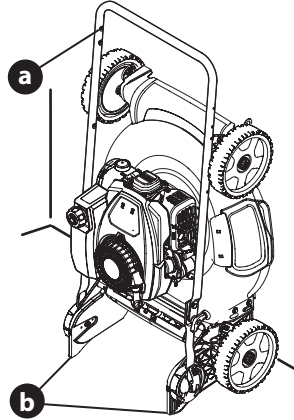

Figura 33
6. Levantando de la manija (a), incline la cortadora hacia arriba sobre las ruedas traseras y hacia atrás del soporte de la manija (b) (Figura 33).